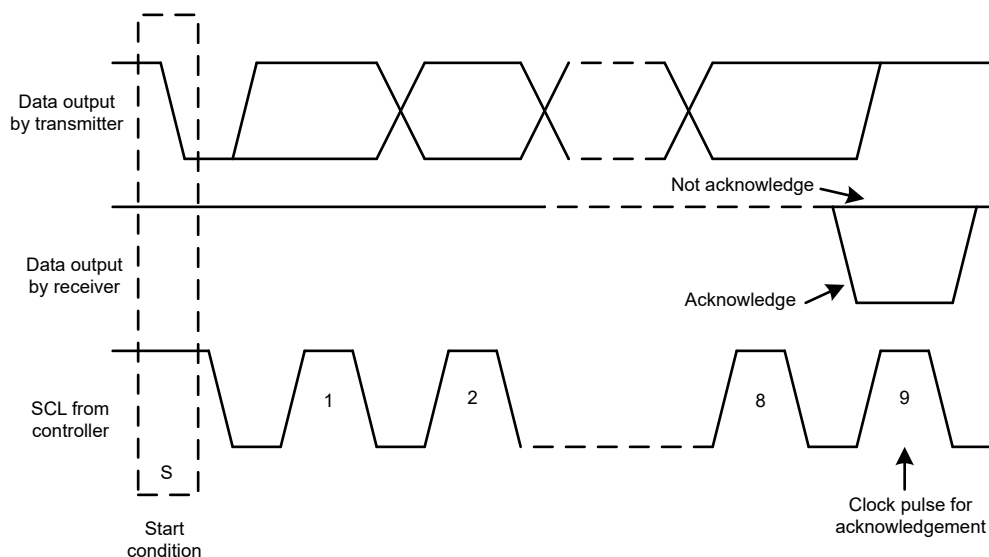
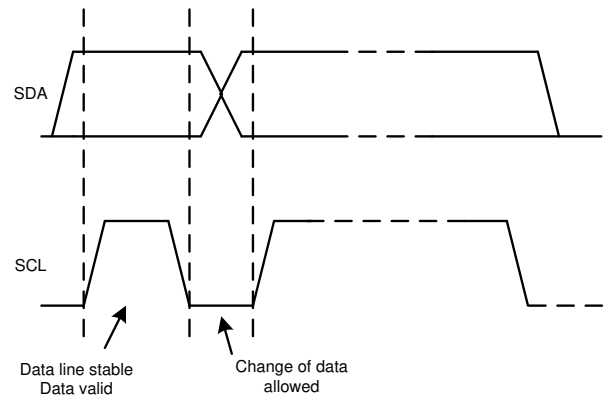

图 7-14. I2C 总线上的确认和非确认
图 7-16. 在 I2C 总线上的位传输
除了特定的时序信号外，I2C 接口还使用串行字节。在每个字节结束时，第九个时钟周期产生并检测确认信号。确认是指 SDA 线在第九个时钟周期的高电平期间被拉低。非确认是指 SDA 线在第九个时钟周期的高电平期间保持高电平，如图 7-14 所示。
2. 控制器随后产生 SCL 脉冲，并在 SDA 线上发送 7 位地址和读取/写入方向位 ( $R\bar{W}$ )。在所有传输期间，控制器确保数据有效。有效数据条件要求 SDA 线在时钟脉冲的整个高电平期间保持稳定，如图 7-16 所示。所有器件都识别控制器发送的地址，并将其与相应内部固定地址进行比较。只有具有匹配地址的目标器件才会通过在第 9 个 SCL 周期的整个高电平期间拉低 SDA 线来生成确认，如图 7-14 所示。当控制器检测到此确认时，则表示与目标的通信链路已建立。